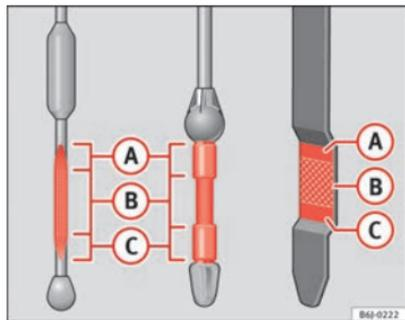

Fig. 136 Varilla de medición del nivel de aceite
- A continuación, vuelva a extraerla y compruebe el nivel de aceite ⇒ fig. 136. En caso necesario, reponga aceite del motor.